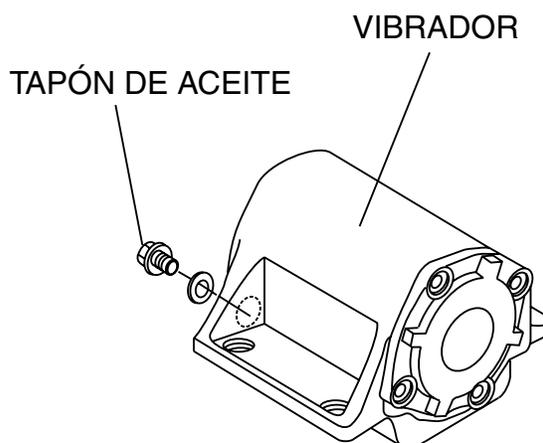

Figura 10. Tapón de aceite del vibrador
2. Quite el tapón de aceite para revisar el nivel de aceite del vibrador (indicador de aceite del vibrador) como se muestra en la Figura 10. El nivel de aceite debe llegar al punto del tapón de aceite. El vibrador contiene 140 cc (aproximadamente 0,3 pintas). **IMPORTANTE**, si se requiere aceite, use solo aceite de motor SAE10W-30.
2. Coloque el interruptor de **ENCENDIDO/APAGADO** del motor (Figura 10) en la posición **OFF** (apagado).